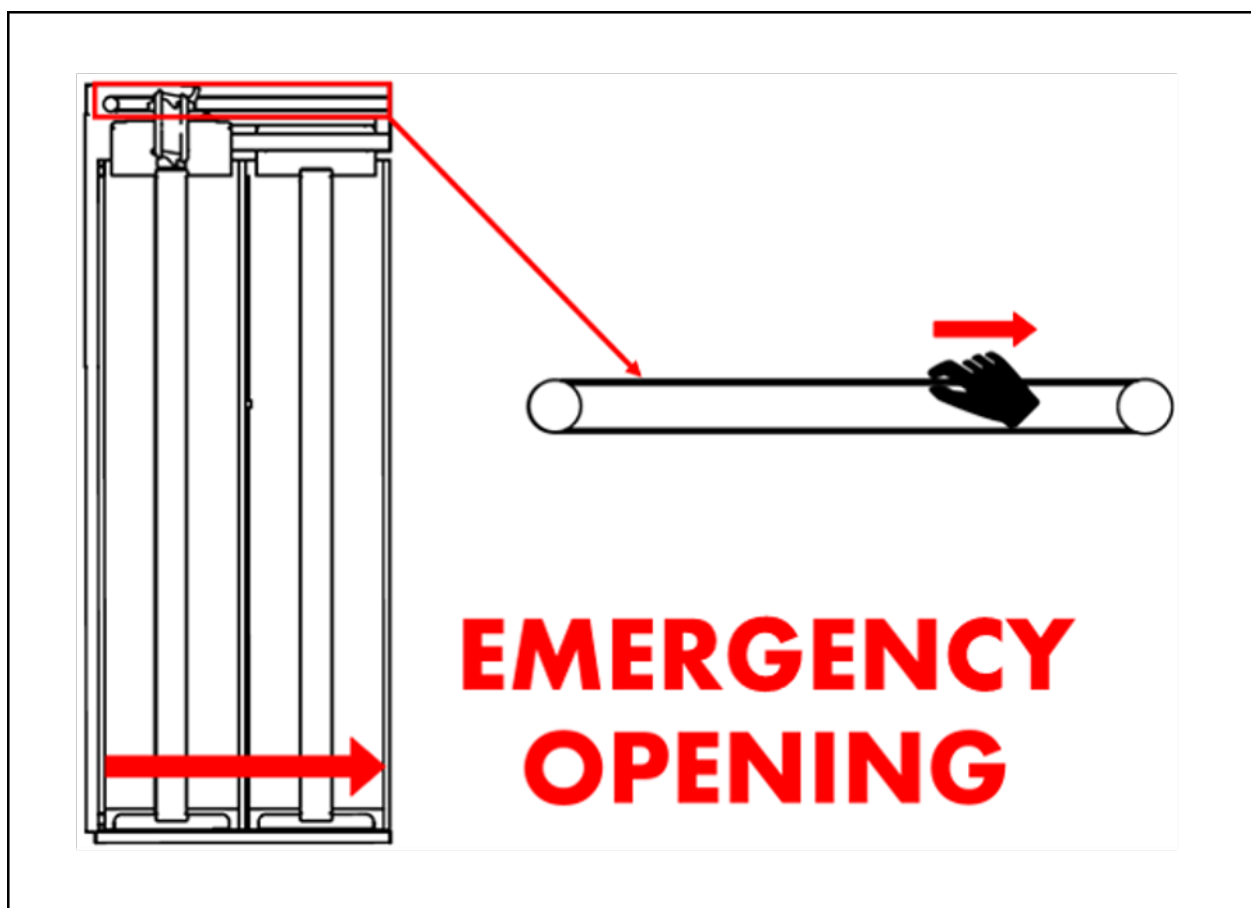

Fig. 9 Skylt för nödöppning av hisskorgens dörr
4. Dra i remmen ovanför hisskorgen i öppningsriktningen för att öppna hisskorgens dörr. Fig. 9 visar en skylt placerad på hisskorgens dörrlåda som beskriver förfarandet för öppning av hisskorgens dörr genom dragning i remmen.